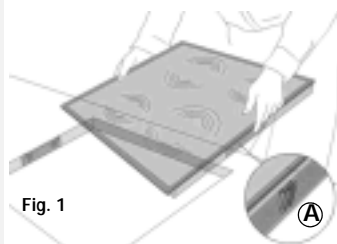

Fig. 1
- Placera ut de 4 fjäderklämmorna (A) på sina platser på ramen, se Fig. 1